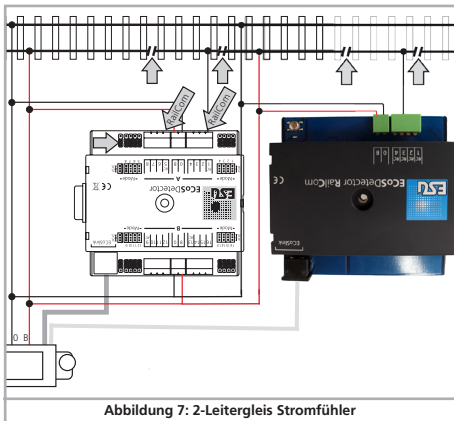

Abbildung 7: 2-Leitergleis Stromfühler
- Verbinden Sie die Eingänge „0“ und „B“ des ECoSDetectors mit dem entsprechenden Boosterausgang. Im Beispiel Abb. 7 werden beide Rückmeldegruppen „A“ und „B“ jeweils vom gleichen Booster versorgt. Daher müssen die Klemmen „0“ und „B“ auf beiden Seiten des ECoSDetectors miteinander verbunden werden. Kommt für die Gruppe „B“ (Rückmeldeeingänge 9 bis 16) ein eigener ECoSBoost zum Einsatz, so muss der Anschluss wie in Kapitel 6.4. beschrieben vorgegangen werden.
Achten Sie beim Herstellen der Trennstellen darauf, dass stets die korrekte „Seite“ der Digitalspannung getrennt wird. In Abb. 7 ist ersichtlich, dass der Leiter „B“ (rot) getrennt werden muss. Dies